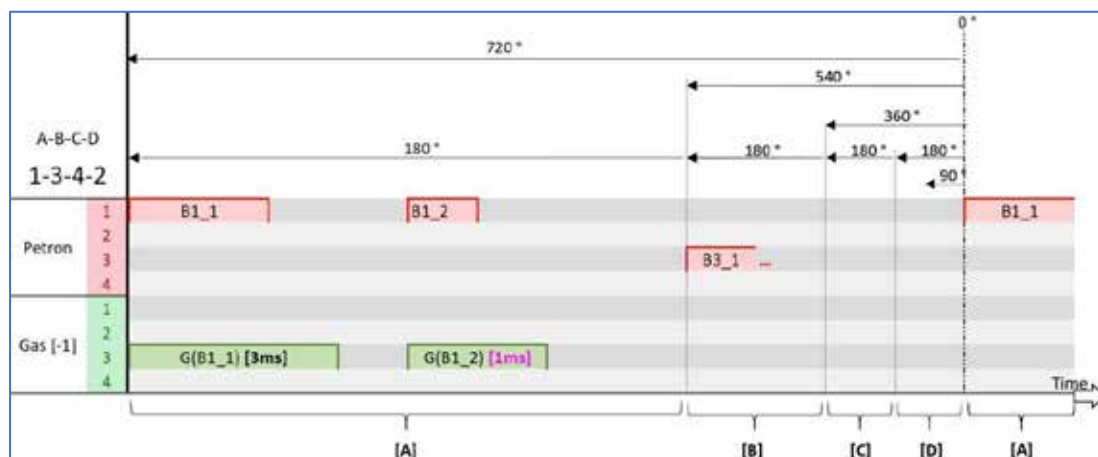

Рис. 2.115 Визуализация углового смещения (одно короткое время газа)
**Рис. 2.115** представляет ситуацию, аналогичную предыдущей, гораздо чаще встречается в автомобилях. Здесь первый впрыск газа был достаточно длинным для стабильного открытия инжектора, но второй был слишком коротким. В такой ситуации так же может произойти рывок или работа на слишком бедной смеси.